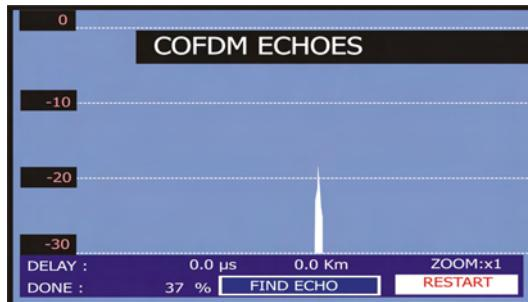

Figure 50.- Processus de détection des échos.
2. Lancez la détection des échos en appuyant sur la mollette (Figure 50.-).